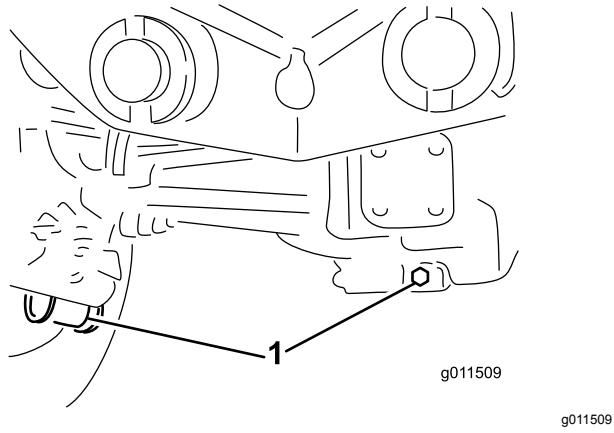

Bild 94
2. Reinigen Sie den Bereich um die drei Ablassschrauben, d. h. jeweils eine an beiden Enden und eine in der Mitte (Bild 94).